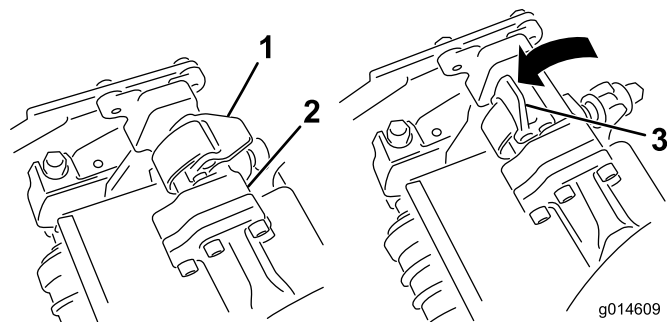

图33
3. 当悬挂臂杆上的闩锁指向上方（即打开）时（图33），向下压悬挂臂，使悬挂臂杆与滚刀组顶部的横杆相契合（图34）。
4. 向下并绕着滚刀组横杆关闭闩锁，将它们锁定到位（图33）。
4. 打开您正在拆下的滚刀组悬挂臂上的闩锁（图33）。